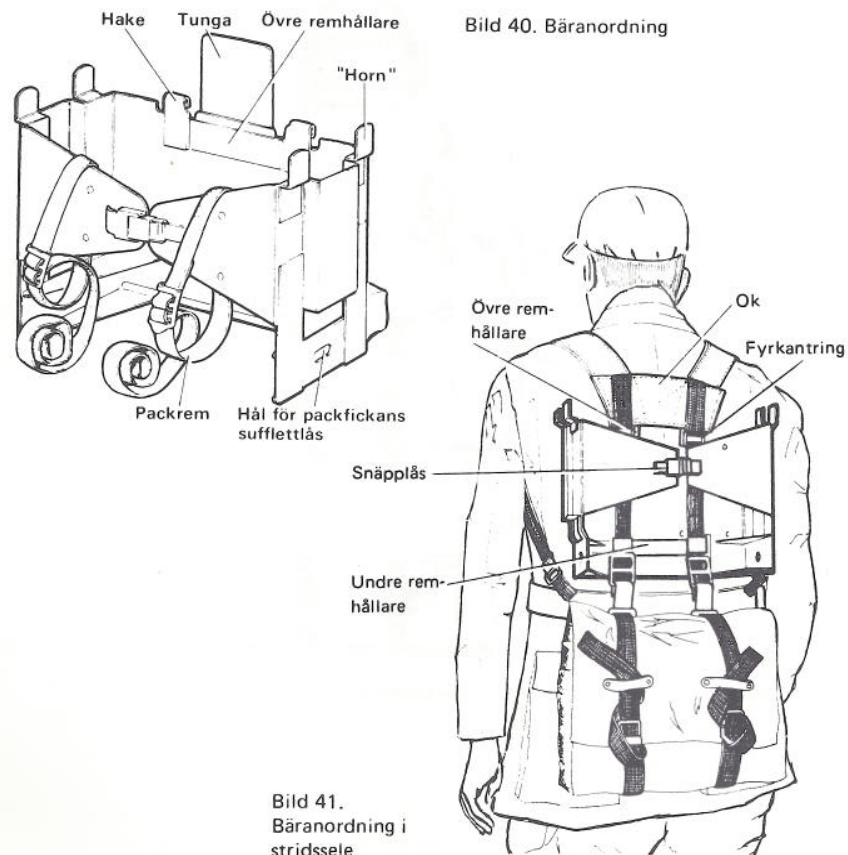

Bild 41. Bärplanordning i stridssele
Fastsättning i stridssele (selen skall vara inprovad och avtagen) sker på följande sätt (se även bild 41).
5. Skjut upp ryggremmarnas spännen mot undre remhållaren (bild 41). Dra åt så hårt att ryggremmarna pressar bärplåten mot oket.